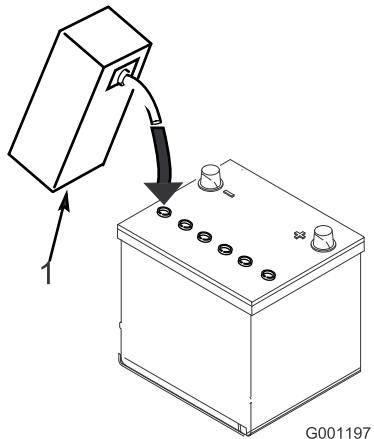

Bild 18
- Lassen Sie die Elektrolytflüssigkeit für 20 bis 30 Minuten in die Platten durchtränken. Füllen Sie nach Bedarf auf, um den Elektrolytfüllstand auf ungefähr 6 mm unter dem Einfüllstutzen anzuheben (Bild 18).